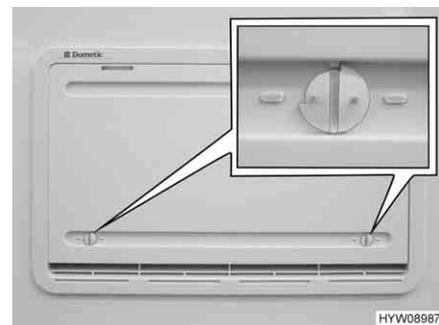

Bild 63 Vinterskydd
Vinterskyddet (Bild 63) skyddar kylaggregatet för kall luft. Sätt vinterskyddet framför båda ventilationsgaller, om utetemperaturen sjunker under +10 °C (både vid gas- och eldrift).
- Öppna båda lås (Bild 63) (noten står horisontellt).